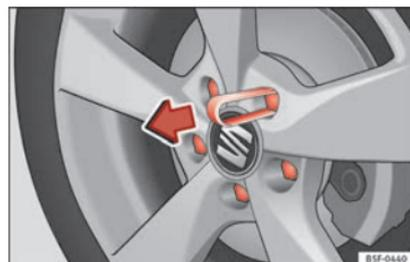

Abb. 72 Rad: Radschrauben mit Deckel.
- Schieben Sie die Kunststoffklammer (Bordwerkzeug) so weit auf die Abdeckkappe, bis sie einrastet » **Abb. 72**.